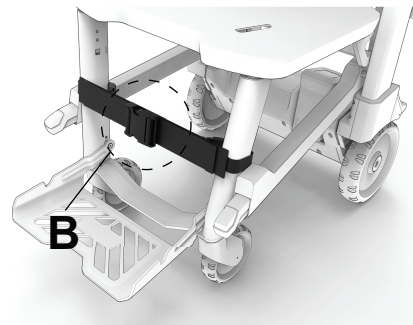

Abbildung 29 – Das doppelt justierbare seitliche Gurtschloss verbinden.
2. Die Gurte um die Sprunggelenke des Patienten wickeln. Das größere, doppelt justierbare seitliche Gurtschloss (B) verbinden (Abbildung 29).